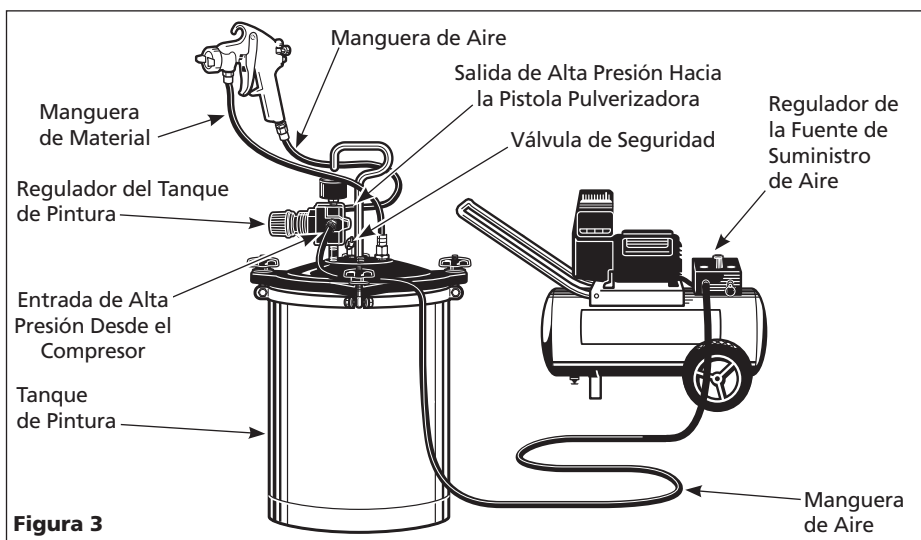

Figura 3
La Figura 3 le muestra cómo conectar la pistola cuando vaya a usar un tanque de pintura a presión. Vea las instrucciones suministradas con el tanque acerca de cómo conectarlo y usarlo. **NO USE TANQUE DE PINTURA ANTES DE LEER DICHAS INSTRUCCIONES.**
8. La perilla de presión/sifón de la válvula debe oprimirse al modo de sifón (ventilar) al utilizar un tanque de pintura a presión conectado como se muestra en la Figura 3. Ésto evitará la fuga de aire a través del orificio de la válvula del envase cuando no lo esté usando.